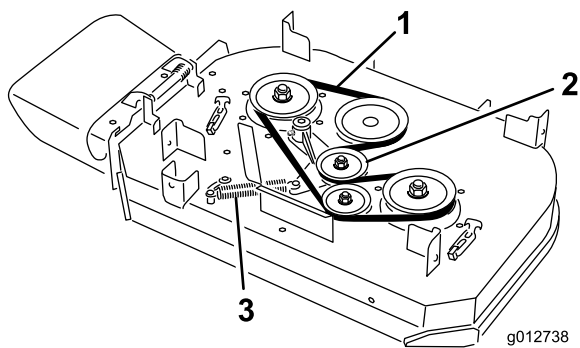

Figura 64
4. Retire a mola do perno do fixador no braço intermédio (Figura 64).
5. Retire a correia do cortador gasta (Figura 64).
6. Instale a nova correia do cortador em torno da polia da embraiagem, das polias da plataforma e da polia intermédia (Figura 64).
7. Instale a mola no perno do fixador no braço intermédio (Figura 64).